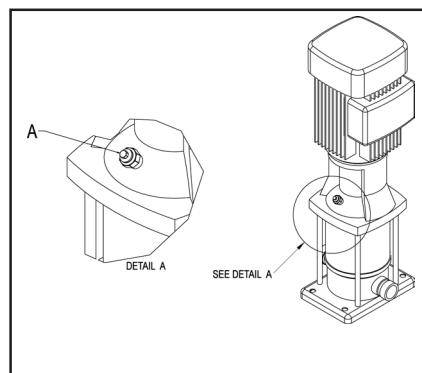

Fig. 3
4. Den Zusatzstöpsel 1-2 Umdrehungen lockern (A, Fig.3), bis Wasser und Luft herauskommen.